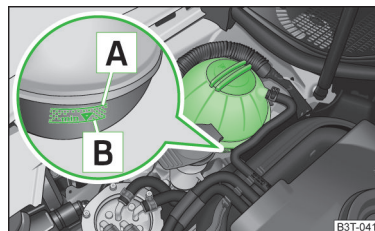

Fig. 129
Pentru completare, utilizați numai antițigelul a cărui denumire o găsiți pe vasul de expansiune al lichidului de răcire » fig. 129 la pagina 147.
- Nu adăugați lichid de răcire deasupra marcajului **A** » fig. 129 la pagina 147.
Vasul de expansiune pentru lichidul de răcire se află în compartimentul motorului » fig. 129.
Descrierea imaginii » fig. 129
➤ Verificați nivelul lichidului de răcire la vasul de expansiune al lichidului » fig. 129.